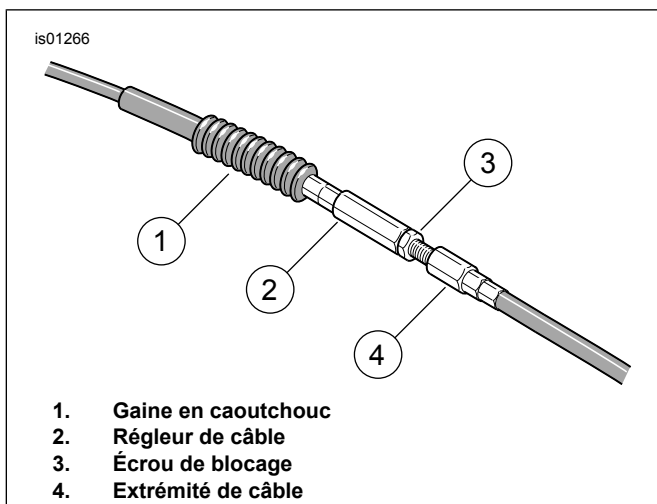

Figure 3. Desserrer le régleur d'embrayage
2. Voir Figure 3. Desserrer le réglage d'embrayage de sorte que le câble d'embrayage soit complètement lâche en effectuant la procédure suivante :
- a. Faire glisser la gaine en caoutchouc (1) hors du réglage de câble (2).
- b. Tout en maintenant le réglage de câble avec une clé de 1/2 pouce, desserrer l'écrou de blocage (3) avec une clé de 9/16 pouce.
- a. Voir Figure 3. Séparer le régleur de câble (2) de l'écrou de blocage (3) jusqu'à ce que le mou du levier de guidon soit éliminé.
- c. Voir Figure 3. Maintenir le régleur de câble (2) avec une clé de 1/2 pouce. Serrer l'écrou de blocage (3) contre le régleur de câble à l'aide d'une clé de 9/16 pouce.
- d. Recouvrir le régleur de câble avec la gaine en caoutchouc (1).